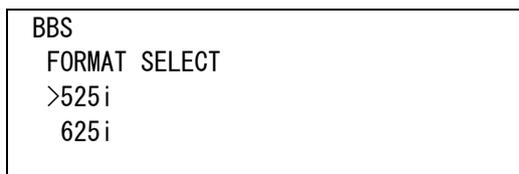

図4-64 オンスクリーンメニュー(BBS例)
- 4) 「BBS[BBS]」または「10FIELD ID BBS[10FL]」を選択すると図 4-64 のような設定メニューが表示されるので、ツマミを回して「525i[525i]」または「625i[625i]」を選択し、**ENTER**ボタンを押して設定を決定します。設定を決定する前に **MENU** ボタンを押すと設定は変更前の状態に戻ります。